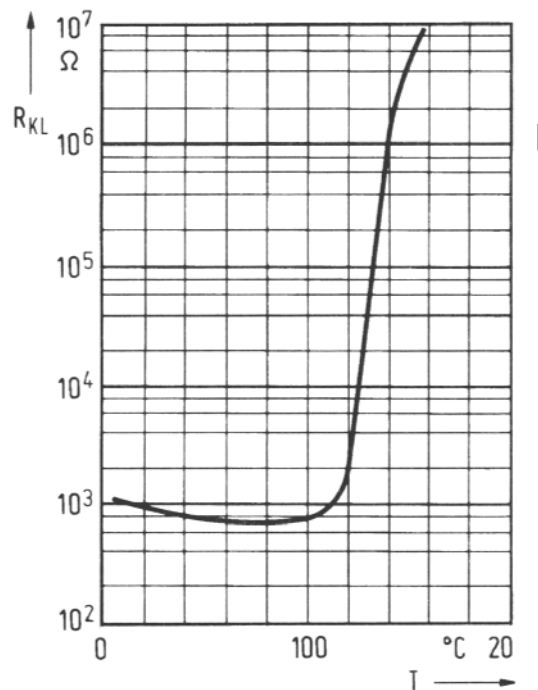

Abb. 1 Eine Bauelementekennlinie
4. Welcher Bauelementtyp ist in der folgenden Kennlinie (Abb. 1) dargestellt?